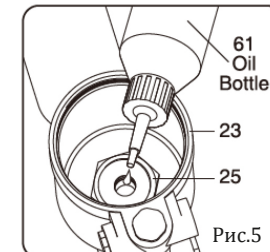

Рис.5
- Открутите основание (2) с помощью ключа №24, затем, используя ключи №22 и №24, отсоедините корпус губок с внутренними запчастями.
- Открутите торцевую чашку пневмоцилиндра (54) и кольцо (53), используя ключ №22, затем с помощью плоскогубцев медленно вытащите собранный воздушный поршень (50AY). Будьте осторожны, не поцарапайте стержень воздушного поршня (47) и внутреннюю стенку воздушного цилиндра (23). Слейте грязное гидравлическое масло через воздушный цилиндр (23).
- Проверьте и переустановите изношенное амортизаторное кольцо (46), пневматическое поршневое кольцо (50) и кольцо чашки воздушного цилиндра (53). Также проверьте и переустановите изношенный стержень воздушного поршня (47) и поврежденный поршень (48, 49, 51). В завершение проверьте стопорную гайку воздушного поршня (52) и закрепите ее как следует.
- Используйте длинную головку на 35 мм, чтобы открутить стопорную гайку масляного цилиндра (25), а затем с помощью штифта подходящего размера осторожно вытолкните штифт рычага (34), чтобы отсоединить спусковой рычаг (30) от воздушного цилиндра (23). Используя шестигранный ключ 3 мм, открутите стопорную гайку (24) за спусковым рычагом (30), и затем осторожно вытащите масляный цилиндр (12) из воздушного цилиндра (23). Проверьте и замените изношенный или с поцарапанной внутренней стенкой воздушный цилиндр (23).
- Осторожно демонтируйте торцевую крышку масляного цилиндра (20), снимите подвесной кронштейн (19) и уплотнительное кольцо подвесного кронштейна (18), снимите большую и маленькую возвратные пружины (16 и 17), и медленно надавите на резьбовой конец масляного поршня (13), чтобы вытащить масляный поршень полностью (13AY). Обратите внимание на демонтированную торцевую крышку масляного цилиндра (20). Не позволяйте выскочить большой и маленькой пружине и поранить кого-то. Будьте осторожны, не поцарапайте стержень масляного поршня (13) и внутренние стенки масляного цилиндра.
- Поменяйте изношенные уплотнительные кольца (10) и опорные кольца (11) на верхней и нижней части масляного цилиндра (12), то же самое необходимо проделать с кольцами 14 и 15. Проверьте стержень масляного поршня (13) и замените, в случае, если он изношен или поцарапан, а также масляный цилиндр (12), возвратные пружины (16 и 17), уплотнительное кольцо крышки масляного цилиндра (21).
- Промойте и смажьте внутренние стенки масляного (12) и воздушного цилиндров (23), уплотнительное поршневое кольцо (14) и пневматическое поршневое кольцо (50).
- Вернитесь назад на несколько шагов, чтобы собрать снова масляный поршень (13 AY), большую и маленькую пружины (16 и 17), торцевую крышку масляного цилиндра (20) вместе с подвесным кронштейном (19) и его уплотнительным кольцом (18), контейнер для сбора стержней (22). Будьте внимательные, не позволяйте выскочить большой и маленькой пружине и поранить кого-либо (16 и 17).
- Снова соберите масляный (12) и воздушный цилиндры (23) вместе, выровняйте их и осторожно закрутите стопорную гайку (24) с помощью 3-х мм ключа, затем закрепите контргайку масляного цилиндра (25) с помощью удлиненной головки 35 мм. В конце, обратно соедините спусковой рычаг (30) и воздушный цилиндр (23), осторожно вставив в отверстие штифт (34).
- Положите инструмент и возьмите бутылочку с маслом (61), чтобы заполнить масляный цилиндр (12) новым гидравлическим маслом через воздушный (23), до тех пор, пока масло не достигнет верхнего уплотнительного кольца масляного цилиндра (10) (рис.5). Убедитесь, что контейнер не переполнен, и немного подождите, пока масло не перестанет выпускать пузырьки воздуха.